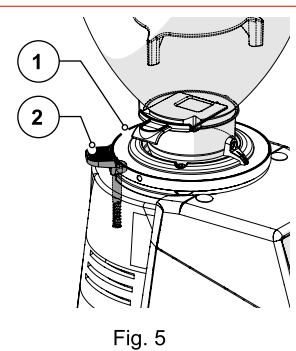

Fig. 5
- **Blokkeerhendel ring (Fig. 5)**